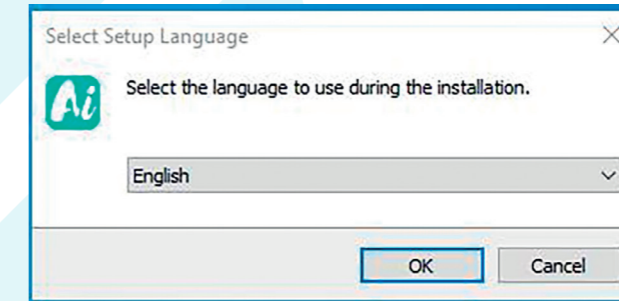

Figure 3
4.1.2 Sélectionnez « Setup Language », comme indiqué dans la Figure 3 :